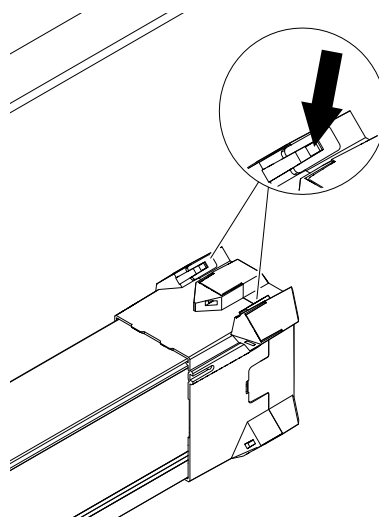

Abb. 119: Schmale Klips lösen
- Schmale Klips im oberen Bereich lösen (siehe Abb. 119).